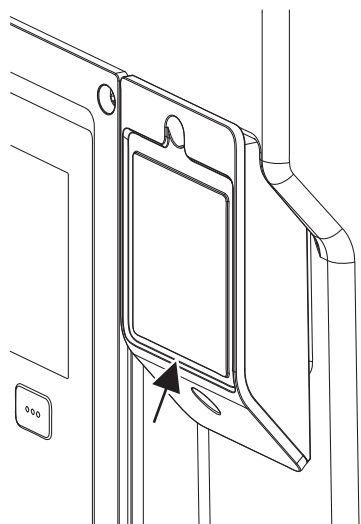

Fig. 27: Capac pentru modulul Wilo-Smart Connect BT
1. Slăbiți șurubul capacului modulului Wilo-Smart Connect (Fig. 27) și deschideți capacul.
Datorită tipului său constructiv, modulul Wilo-Smart Connect BT poate fi atașat doar într-o singură direcție. Nu există nicio fixare suplimentară a modulului în sine. Capacul modulului Wilo-Smart Connect (Fig. 27) de pe partea superioară a modulului electronic ține modulul ferm în interfață.